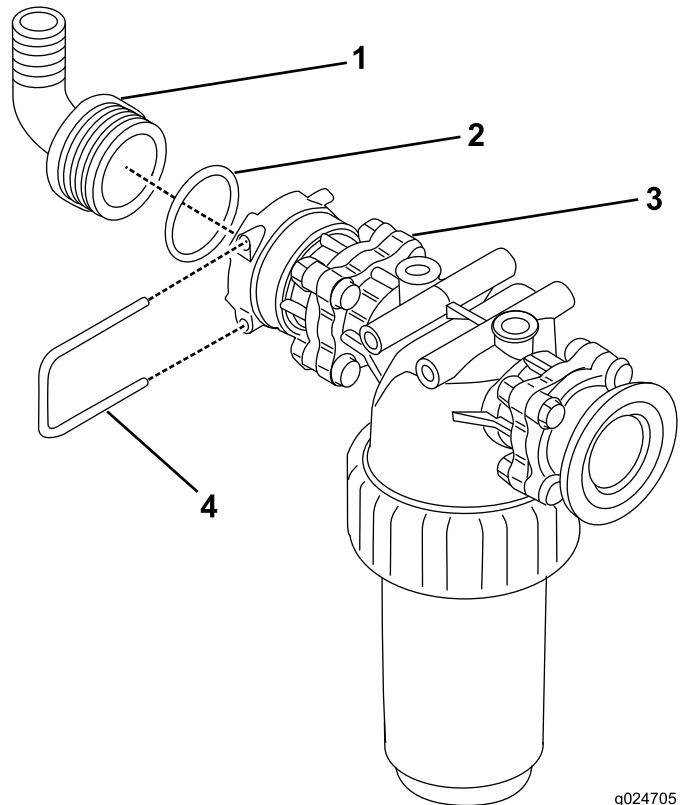

Bild 22
1. Montieren Sie den Druckfilter (Bild 22).